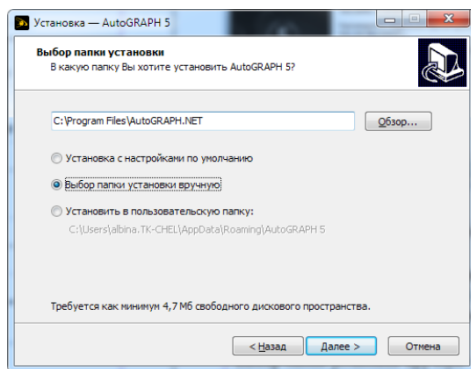

Рис.2. Выбор папки.
**Шаг 3.** Установщик предложит выбрать папку, в которую будет установлено ПО АвтоГРАФ 5 ПРО (Рис.2):